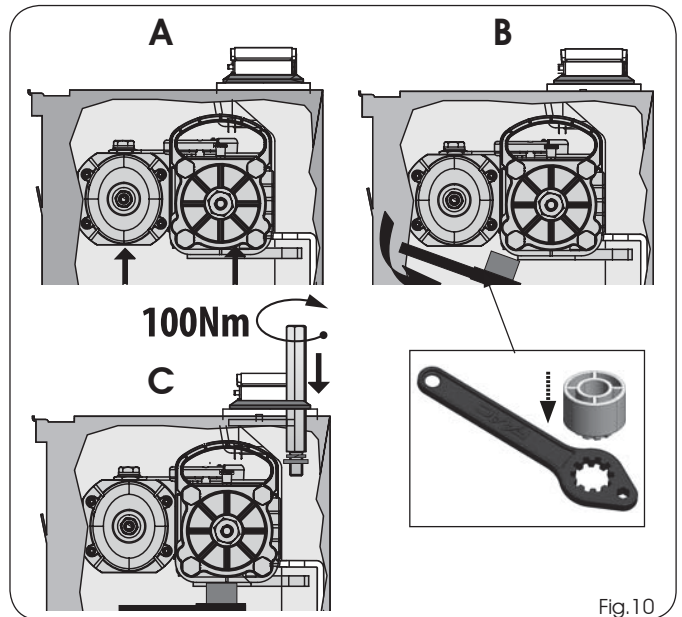

Fig.10
- 10) Soulever l'opérateur à l'aide des poignées prévues à cet effet (Fig.10 réf.A), en insérant le pignon dans la douille rainurée du caisson portant. Afin de faciliter l'opération, tourner légèrement l'opérateur jusqu'au couplage.
- 11) Placer la clé fournie en dotation sous l'opérateur, comme d'après la figure 10 réf.B, de manière à soutenir le moteur.
- 12) Introduire et visser les vis de fixation avec une rondelle Grower, comme d'après la figure 10 réf. C, afin de fixer l'opérateur au caisson portant comme d'après la figure 11.